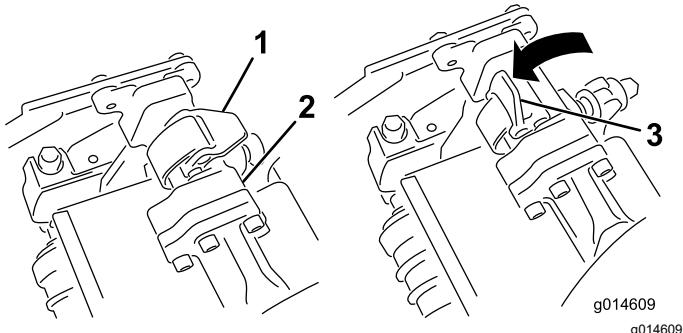
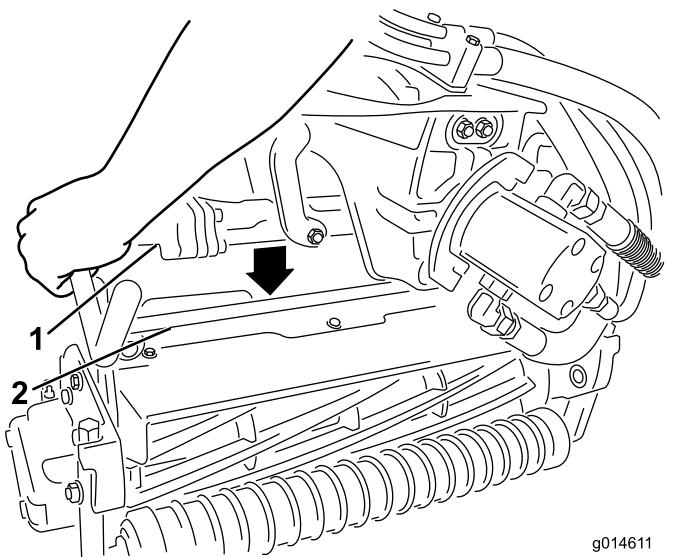

Figura 47
Figura 48
3. Con los enganches del brazo de suspensión orientados hacia arriba (es decir, abiertos (Figura 47), empuje hacia abajo el brazo de suspensión de modo que la barra encaje en la barra situada en la parte superior de la unidad de corte (Figura 48).
4. Presione los enganches hacia abajo alrededor de la barra de la unidad de corte y bloquéelas (Figura 47).
4. Abra los enganches de la barra del brazo de suspensión de la unidad de corte que está retirando (Figura 47).